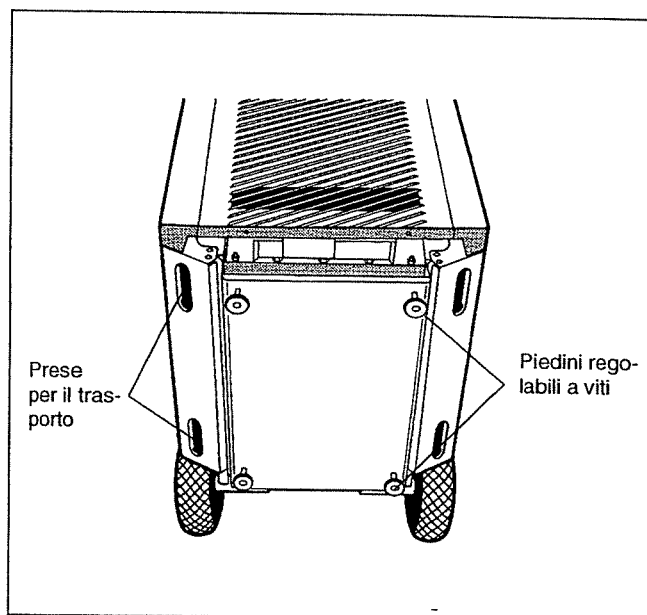

Fig. 3: Lato inferiore della caldaia
Per sollevare e trasportare la caldaia usare le quattro prese per il trasporto poste sul lato inferiore (Fig. 3).
- Avvitare dal basso i quattro piedini regolabili a vite fino a ca. 5-10 mm nelle bussole filettate della piastra di fondo (Fig. 3).